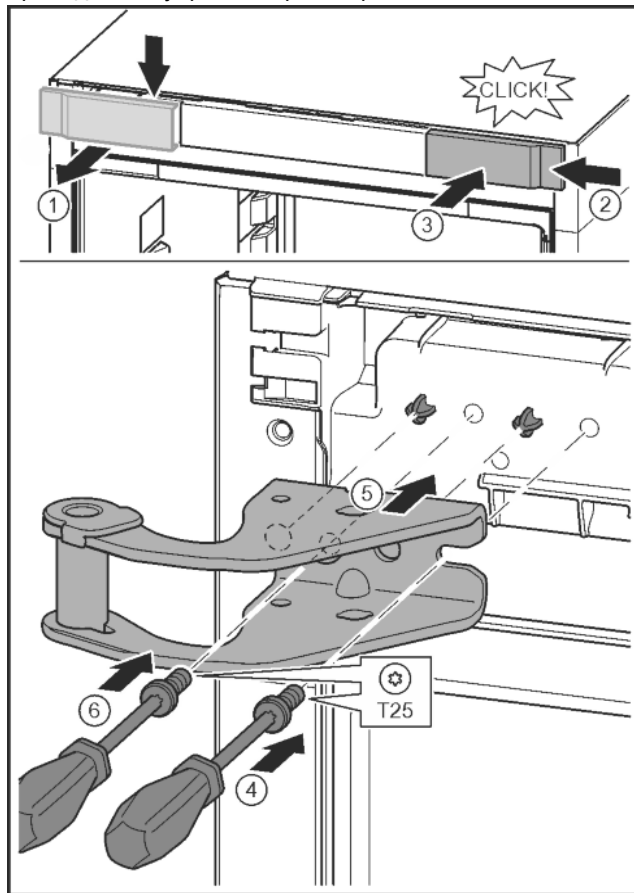

Fig. 10
- ▶ Крышку отсоединить с помощью отвертки и убрать в сторону. Fig. 10 (1)
- ▶ Навесить крышку, повернув ее на 180°, справа с другой стороны. Fig. 10 (2)
- ▶ Крышку зафиксировать. Fig. 10 (3)
- ▶ Установить винт отверткой T25. Fig. 10 (4)
- ▶ Установить верхний опорный кронштейн. Fig. 10 (5)
- ▶ Затянуть винт. Fig. 10 (4)
- ▶ Вставить и затянуть винт отверткой T25. Fig. 10 (6)